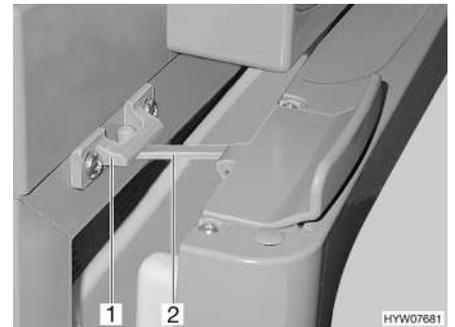

Fig. 78 Puerta del frigorífico en posición de ventilación (Thetford)
- Abrir el bloqueo (Fig. 78,2) y engatillarlo en el alojamiento del bloqueo (Fig. 78,1). De este modo, la puerta del frigorífico quedará ligeramente abierta.